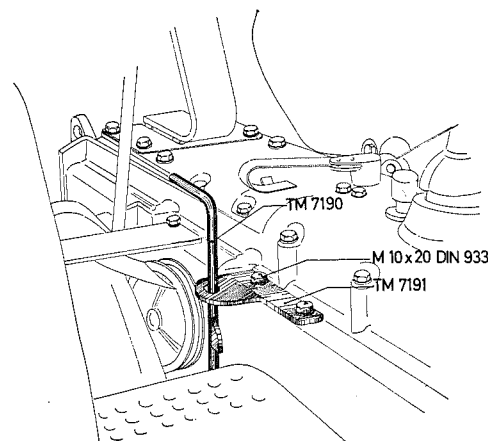
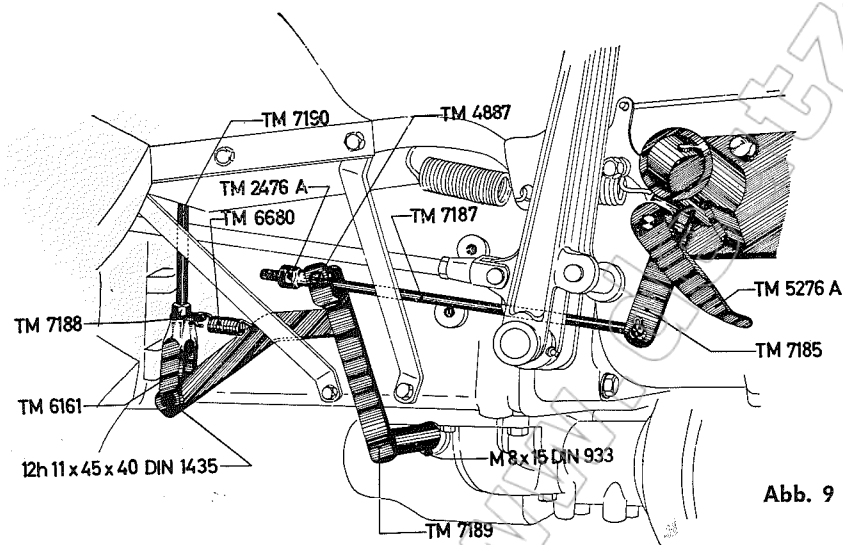

Abb. 8
Abb. 9
9. Das **Rastblech** TM 7191 wird mit 2 Sechskantschrauben M 10×20 rechts oben am Getriebegehäuse befestigt (Abb. 8).
10. Der **Ausrückhebel** TM 7189 wird auf den Kupplungszapfen mit Kerbverzahnung aufgesteckt und durch die Klemmschraube M 8×15 befestigt. Dann wird die Handausrückstange TM 7190 in das Rastblech TM 7191 eingeführt (Abb. 8). Die Verbindung der Handausrückstange TM 7190 mit dem Winkelstück des Ausrückhebels TM 7189 wird durch den Bolzen 12h 11×45×40 hergestellt. Die Zugfeder TM 6680 wird in die Lasche TM 7188 eingehängt und mit dem Winkelstück des Ausrückhebels TM 7189 verbunden (Abb. 9).
Dann wird die **Ausrückstange** TM 7187 mit dem abgewinkelten Ende in die Lasche TM 7185 eingehängt und durch Scheibe und Splint gesichert (Abb. 9).
Nach dem Anbau der Ausrückung wird im Motor-Leerlauf bei langsamem Anheben des Mähbalkens der Zeitpunkt der automatischen Abschaltung des Mähantriebes überprüft. Der Mähantrieb soll automatisch kurz über der Schwadstellung des Mähbalkens stillgesetzt werden. Die Berichtigung der Einstellung erfolgt durch Längsverstellung der Ausrückstange TM 7187 (Abb. 9). Es ist darauf zu achten, daß in der Schwadstellung die Ausrückstange TM 7187 noch keinen Zug auf den Mähantriebsschalthebel ausübt, da sonst ein vorzeitiger Verschleiß des Schleifringes auftritt.
antriebes überprüft. Der Mähantrieb soll automatisch kurz über der Schwadstellung des Mähbalkens stillgesetzt werden. Die Berichtigung der Einstellung erfolgt durch Längsverstellung der Ausrückstange TM 7187 (Abb. 9). Es ist darauf zu achten, daß in der Schwadstellung die Ausrückstange TM 7187 noch keinen Zug auf den Mähantriebsschalthebel ausübt, da sonst ein vorzeitiger Verschleiß des Schleifringes auftritt.